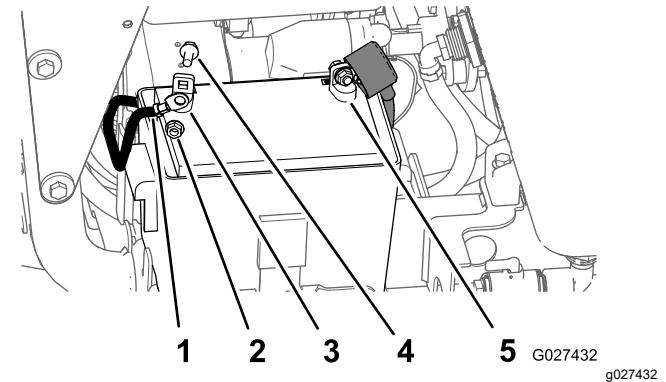

Figura 78
3. Retire el tornillo de cabeza hexagonal con arandela prensada y la tuerca con arandela prensada del cable negativo de la batería y del borne negativo (-) de la batería, y retire el cable de la batería (Figura 78).
4. Retire la cubierta del borne rojo del borne positivo de la batería (Figura 78).
5. Retire el tornillo de cabeza hexagonal con arandela prensada y la tuerca con arandela prensada del cable positivo (color rojo) de la batería y del borne positivo (+) de la batería, y retire el cable de la batería (Figura 78).
3. Conecte primero el cable positivo (rojo) al borne positivo (+) de la batería con una tuerca y un perno con arandela prensada (Figura 78).
5. Conecte el cable negativo de la batería al borne negativo (-) de la batería con un perno con arandela prensada y una tuerca con arandela prensada (Figura 78).